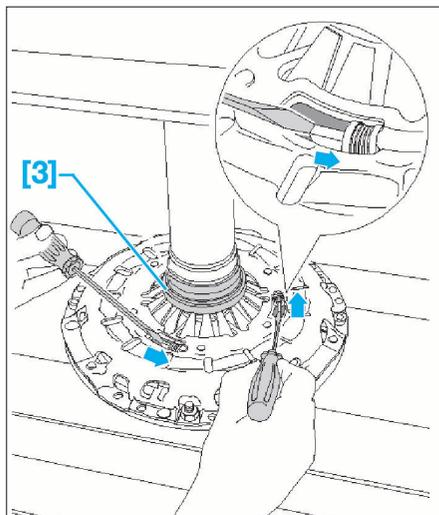

FIG. 8
- Positionner deux tournevis sur les tenons de la bague de réglage (Fig.8).